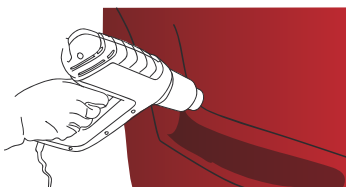

Figure 11
- › Le travail étant terminé, re-chauffer toutes les parties qui ont subi une forte déformation, entre 80 °C et 90 °C, pour stabiliser dimensionnellement le film. (FIG. 11)